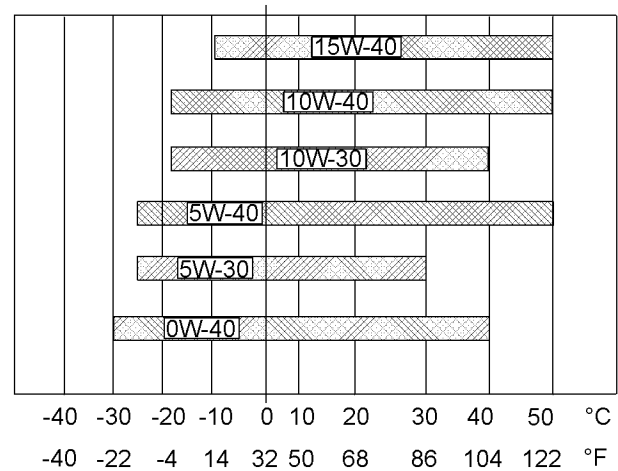

Ilustración 33
Consulte la ilustración 33 (temperatura mínima) con el fin de determinar la viscosidad de aceite necesaria para arrancar un motor frío.
Consulte la ilustración 33 (temperatura máxima) con el fin de seleccionar la viscosidad de aceite para la operación del motor a la temperatura ambiente más alta esperada.
- Consulte las "Viscosidades de lubricantes" apropiadas. Consulte la ilustración 33 para encontrar el grado de viscosidad correcto del aceite para el motor.